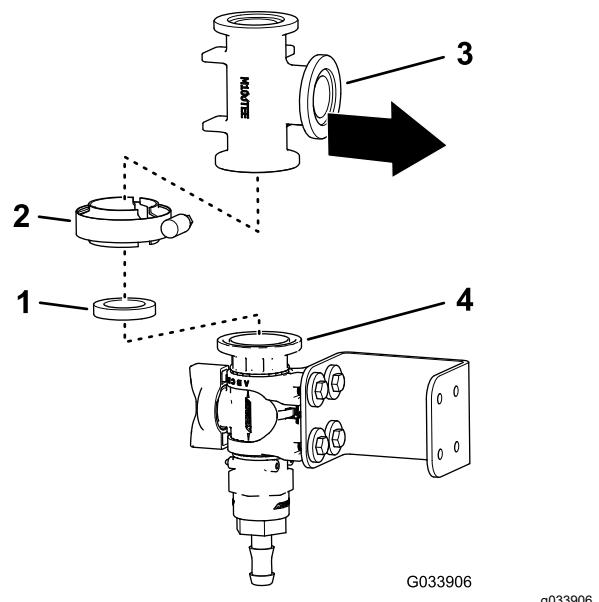
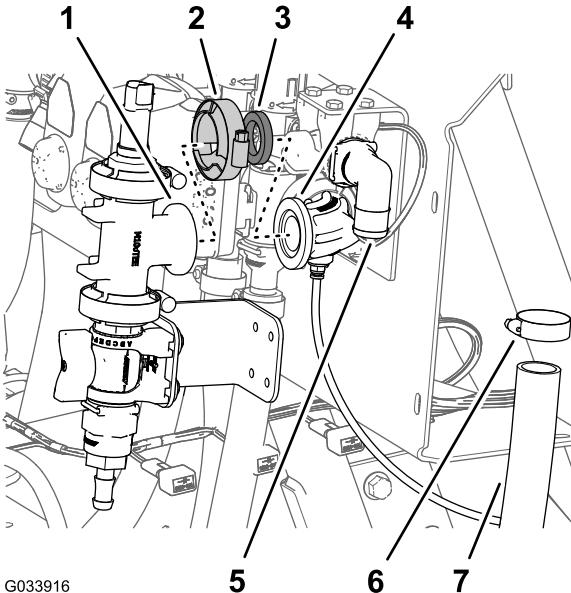
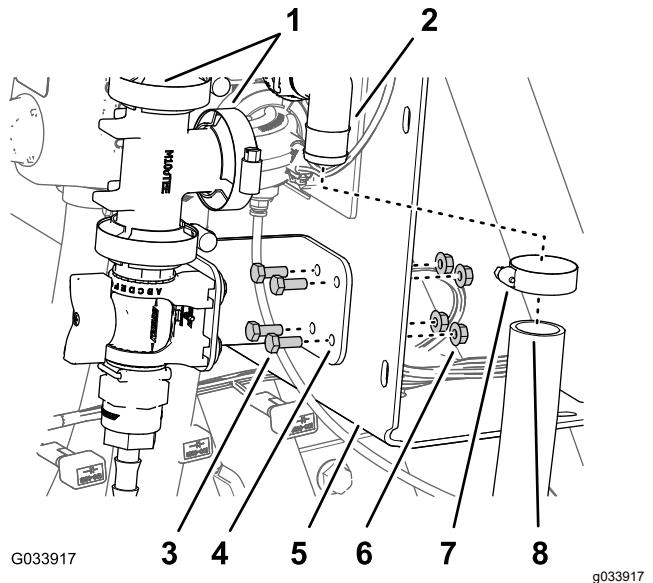

Figure 29
Figure 31
Figure 34
4. Alignez la bride du raccord en T et la bride de la vanne de commande comme montré à la Figure 29.
- Fixez légèrement le raccord en T sur la vanne de commande avec un joint et un collier à bride (Figure 29).
- Fixez légèrement le raccord en T et le raccord à 90° avec un joint et un collier à bride (Figure 31).
- Retirez le collier, le joint, et le raccord en T avec la bride du raccord à 90° doté d'un connecteur pour le tube de détection (Figure 31).
- Fixez légèrement le raccord en T et le raccord à 90° avec un joint et un collier à bride (Figure 34).
- Serrez à la main le collier à bride qui fixe la vanne de commande et le raccord en T (Figure 29), et le collier à bride qui fixe le raccord en T au raccord à 90° doté d'un connecteur pour le tube de détection (Figure 31 et Figure 34).
- Alignez la bride du raccord en T et la bride du raccord à 90°, comme montré à la Figure 34.